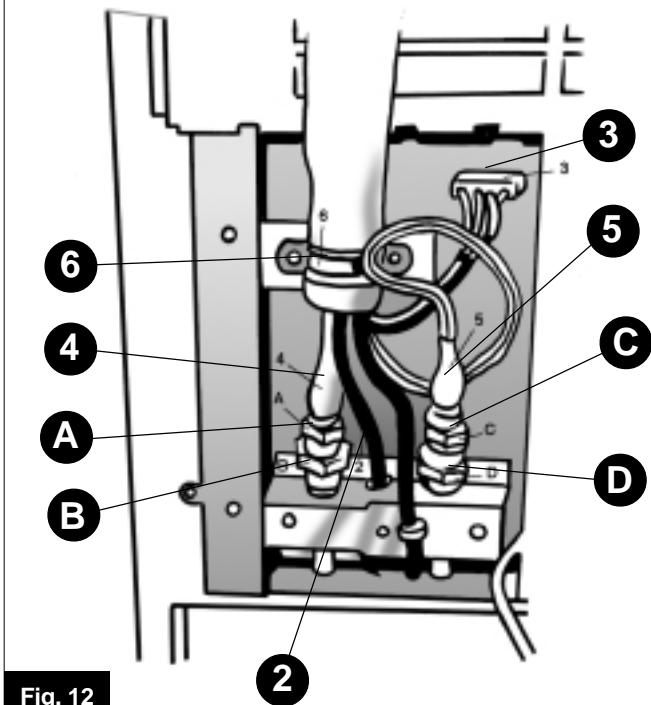

Fig. 12
☞ Staccare dall'apposito portagomma (Fig. 12 Part. 2) il tubo di trasferimento acqua di condensa.
☞ Sconnettere - facendo pressione sulle due linguette esterne - il connettore elettrico (Fig. 12 Part. 3).
☞ Débrancher le tuyau d'évacuation de l'eau de condensation du porte-tuyau (Fig. 12 Détail 2).
☞ Débrancher le connecteur électrique (Fig. 12 Détail 3) en exerçant une pression sur les deux languettes extérieures.
☞ Take the moisture transfer hose out of the hose-holder (Fig. 12 Part 2).
☞ Pressing on the two outside tabs, remove the electrical connector (Fig. 12 Part 3).
☞ Den Kondenswasserschlauch von seinem Schlauchhalter (Abb. 12 Teil 2) abnehmen.
☞ Den Elektroanschluß (Abb. 12 Teil 3) durch drücken der beiden äußeren Federn trennen.
☞ Separar del porta manguera (Fig. 12 Elemento 2), el tubo de conducción del agua de condensación.
☞ Desconectar - ejerciendo presión sobre las lengüetas externas - el conector eléctrico (Fig. 12 Elemento 3).
- RACCORDO SINISTRO (4)
- Con una chiave da 19 mm tenete bloccata la parte fissa del raccordo femmina (Fig. 12 Part. A).
- Con una chiave da 24 mm svitate, ruotando in senso antiorario l'elemento mobile del raccordo femmina (Fig. 12 Part. B) sino al completo distacco.
- RACCORDO DESTRO (5)
- Con una chiave da 21 mm tenete bloccata la parte maschio del raccordo (Fig. 12 Part C) collegata alla linea flessibile.
- Con una chiave da 24 mm svitate girandola in senso orario, l'elemento mobile del raccordo femmina fissato alla macchina (Fig. 12 Part D) sino al completo distacco delle due parti.
- RACCORD DE GAUCHE (4)
- Bloquer la partie fixe du raccord femelle (Fig. 12, Détail A) au moyen d'une clé de 19 mm.
- Dévisser l'élément mobile du raccord femelle (Fig. 12, Détail B) en tournant avec une clé de 24 mm dans le sens contraire des aiguilles d'une montre jusqu'à ce qu'il se sépare complètement.
- RACCORD DE DROITE (5)
- Bloquer la partie mâle du raccord (Fig. 12, Détail C) reliée à la ligne flexible au moyen d'une clé de 21 mm.
- Dévisser l'élément mobile du raccord femelle fixé à la machine (Fig. 12, Détail D) en tournant avec une clé de 24 mm dans le sens des aiguilles d'une montre jusqu'à ce que les deux parties se séparent complètement.
(4) and (5) as described below. When separating the quick couplings, make sure that they do not tilt, allowing the coolant gas to leak out. Observe all safety rules for carrying out operations with coolants.
- LEFT COUPLING (4)
- Using a 19 mm spanner, hold the fixed female part of the coupling still (Fig. 12 Part A).
- Using a 24 mm spanner, loosen the moving female part of the coupling by turning anticlockwise (Fig. 12 Part B) until it comes off.
- RIGHT COUPLING (5)
- Using a 21 mm spanner, hold the male part of the coupling connected to the flexible line still (Fig. 12 Part C).
- Using a 24 mm spanner, turn the moving female element of the coupling that is fixed to the unit clockwise to loosen (Fig. 12 Part D) until the two parts separate.
- Fit the female part of the coupling on the male part fixed to the unit, manually screwing in the moving element of the female part clockwise (Fig. 12 Part B). Complete the operation, keeping the fixed female part of the coupling still (Fig. 12 Part A) using a 19